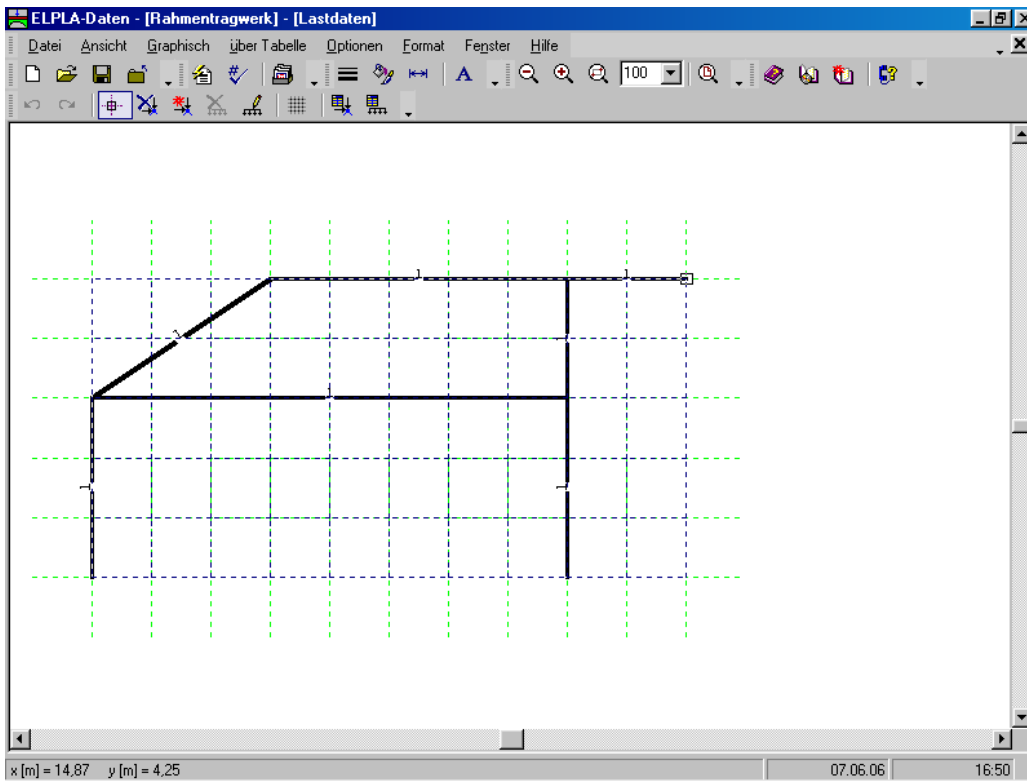

Bild 7-27 Markierung des belasteten vertikalen Knotens
- Wenn der Befehl "Knoten markieren" gewählt wird, wechselt der Cursor von einem Pfeil zu einem Kreuz. Markieren Sie den Knoten, der belastet wird, wie im Bild 7-27 gezeigt